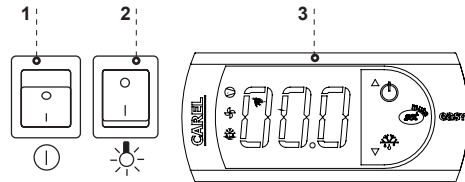

Abb.11 Steuerungspaneel
- Hauptschalter-Taste drücken Abb.11/1 (S.28), dadurch wird das Einschalten des Thermostats und Aggregats gelöst
- Auf der Temperaturregelung Abb.11/3 (S.28) die Temperatur einstellen (für Bedienung siehe S.32 oder 33)
- Beleuchtungs-Taste drücken Abb.11/2 (S.28)